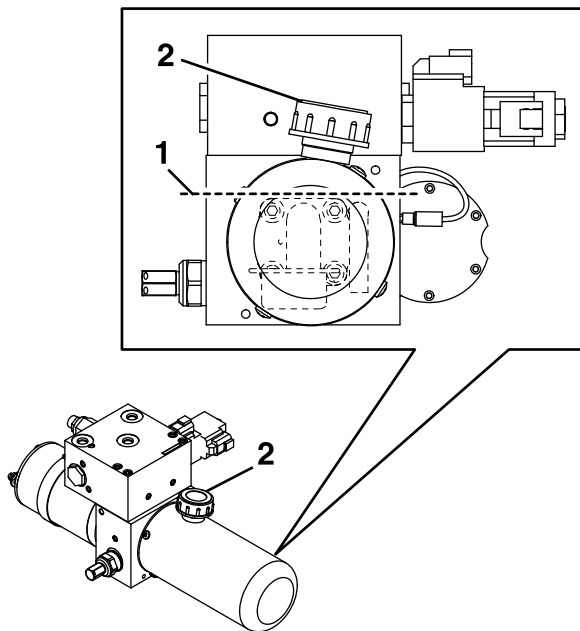

Figure 51
4. Le niveau d'huile doit être légèrement au-dessus de la pompe à engrenages interne (voir Figure 51). Au besoin, ajoutez de l'huile Exmark Ruby Tran™.